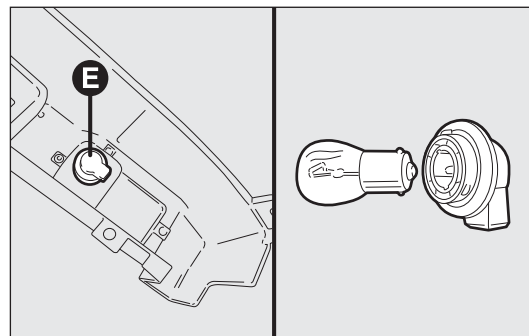

fig. 200
- ruotare il portalampada E in senso antiorario (1/8 di giro), estrarre la lampadina a baionetta spingendola leggermente e ruotandola in senso antiorario, quindi sostituirla fig. 200.